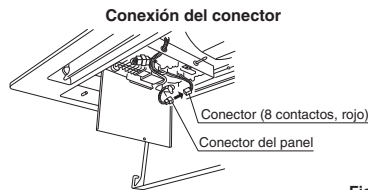

Fig. 7-17
- [4] Una vez finalizada la instalación del panel del techo, conecte el conector de 8 contactos rojo ubicado dentro de la caja de componentes eléctricos de la unidad interior al conector del panel del techo. (Fig. 7-17) (Si no se conecta este conector, aparecerá el mensaje de error "P09" en el mando a distancia y la unidad no funcionará.)